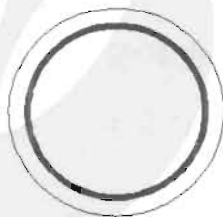

图 9-91
(2) 以圆环的中心点为圆心, 绘制一个半径为 5mm 的同心圆, 如图 9-91 所示。